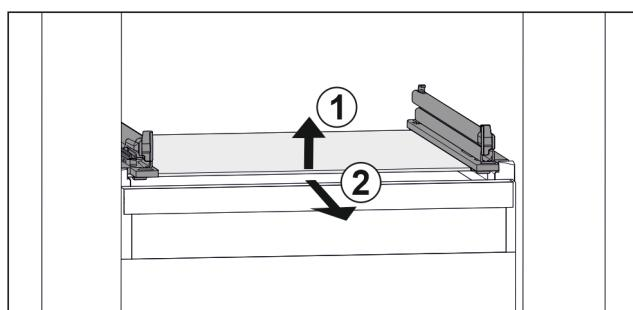

Fig. 77 Примерно изображение на стъклената плоча
- Повдигнете стъклената плоча отпред. Fig. 77 (1)
- Извадете стъклената плоча напред. Fig. 77 (2)